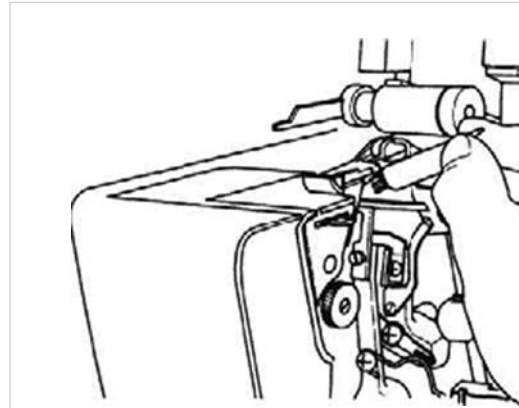

Bild 108
- Ta bort damm och ludd ur området kring griparen och knivarna med jämna mellanrum. Du kan använda medföljande pensel (bild 108).